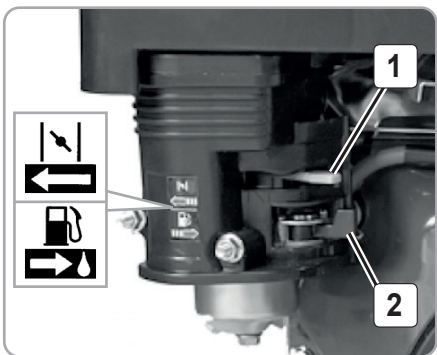

Fig.10
- Treceti maneta supapei de combustibil pe pozitia deschis (spre dreapta). Maneta de combustibil deschide sau inchide circuitul dintre rezervorul de combustibil si carburator (fig.10).